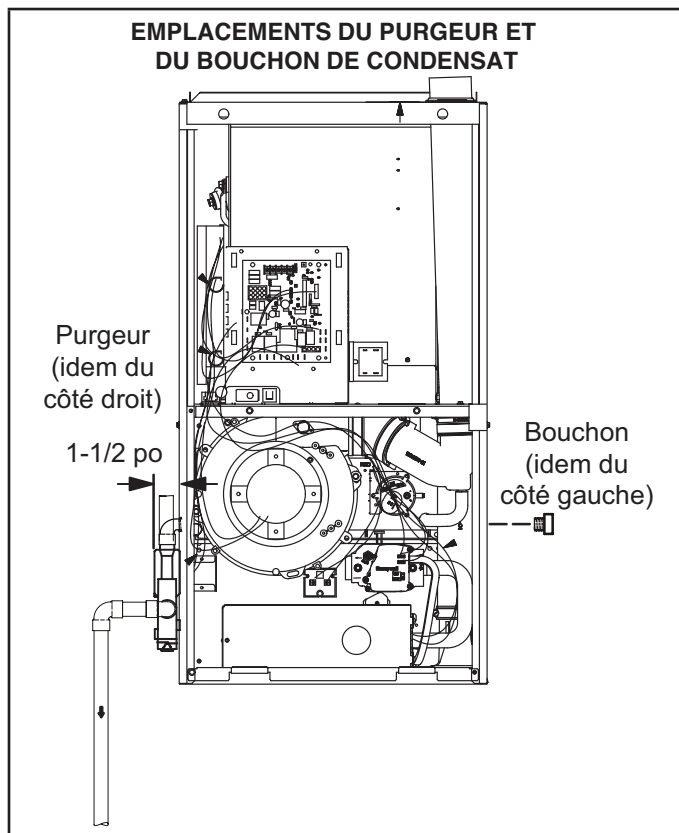
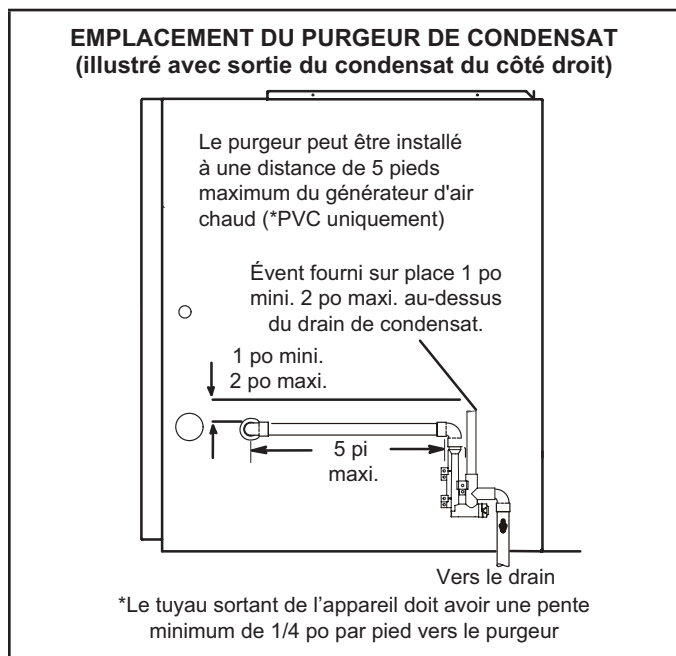

FIGURE 37
FIGURE 38
Cette unité est prévue pour une sortie à gauche ou à droite du tuyau de condensat. Voir les FIGURE 37 et FIGURE 38 pour les emplacements du purgeur de condensat.
- 2 - Utiliser un grand tournevis à tête plate ou une douille d'entraînement de 1/2 po pour retirer le capuchon (FIGURE 37) du boîtier du collecteur de l'extrémité froide à l'emplacement approprié sur le côté de l'appareil. Installer un coude de 3/4 po NPT sur le boîtier du collecteur de l'extrémité froide. Utiliser de l'adhésif au Téflon ou un enduit d'enrobage approprié